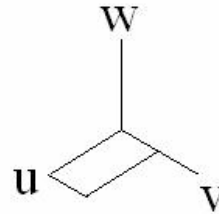

图 4.2
4.1 所示；打开体号的显示 ，则会显示体的坐标架标示体的 u、v、w 三个方向，如图 4.2